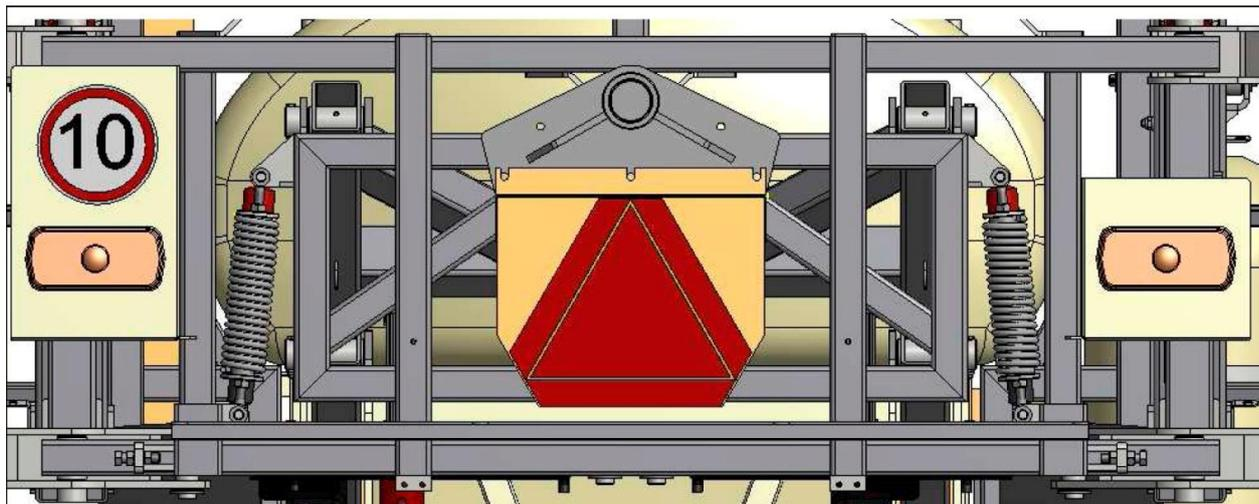

Рисунок 3.17 – Фонари задние
- фонари задние (рисунок 3.17);